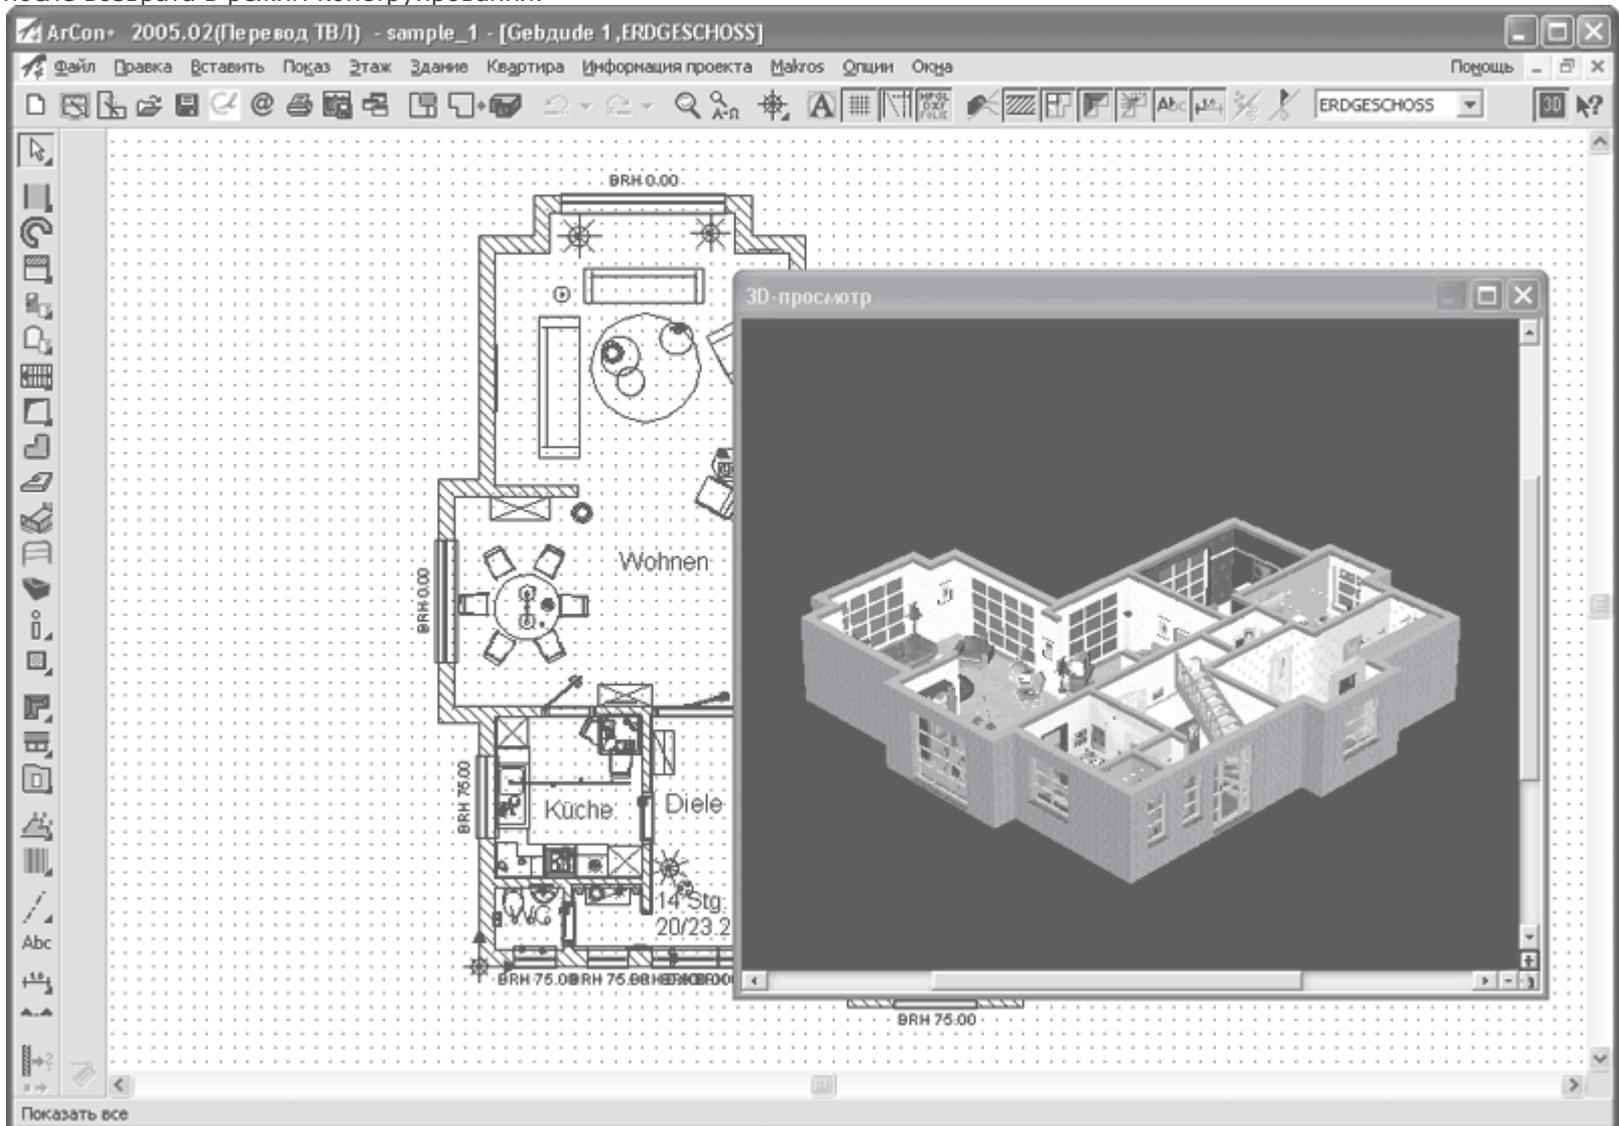

Рис. 3.4. Немодальное окно 3D-просмотра
- Не переходя в режим дизайна (только просмотр) – в этом случае система создает отдельное немодальное окно, в котором отображается трехмерное представление проекта (рис. 3.4). Это окно всегда находится поверх окна плана здания и может свободно перемещаться даже за пределы главного окна программы, однако в нем вы *не можете* редактировать, перемещать или удалять какие-либо объекты, работать с текстурами и пр. Другими словами, это окно предоставляет только возможность просмотра и ничего более. Данное окно вызывается с помощью кнопки 3D-окно просмотра вкл./выкл.